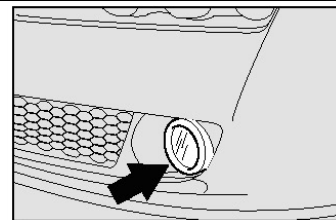

рис.32
**Противотуманные фары рис. 32**